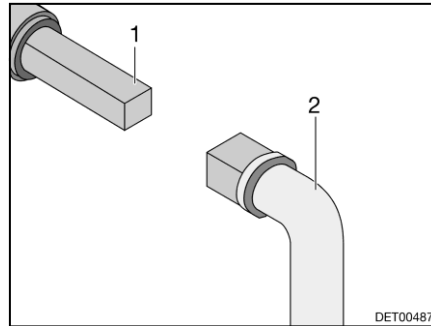

Bild 100 Handhavande avloppsventil
- Sätt nyckeln (Bild 100,2) mot fyrkanten (Bild 100,1).